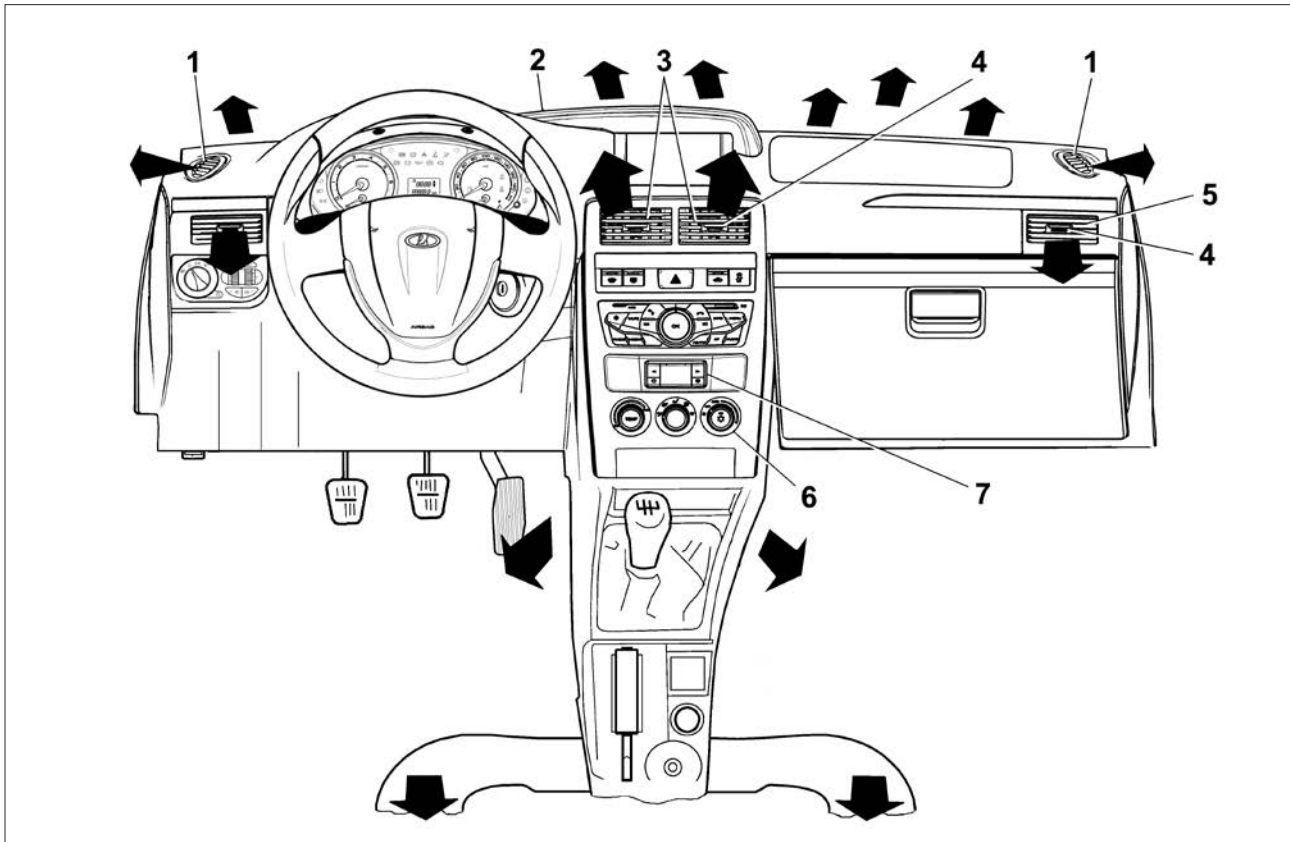

Рис. 68. Органы управления системой вентиляции и отопления салона
Система отопления и вентиляции позволяет поддерживать микроклимат в салоне при любых скоростях движения автомобиля (рис. 68):
– режим вентиляции салона – воздушный поток подается через боковые и центральные сопла вентиляции в зоны дыхания водителя и пассажиров. При установке режима  открыть центральные (3) и боковые (5) сопла вентиляции (рис. 68).
– регуляторами управления заслонками сопел **3** и **5**, а также ручками регулировки направления воздушного потока **4** (рис. 68) направить воздух в салон.